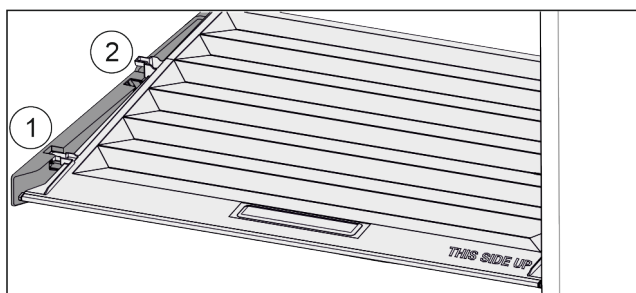

Fig. 85
- ▶ Veko potiahnite dopredu až k otvoru v prídržných dieloch Fig. 85 (1).
- ▶ Vzadu ho nadvihnite zospodu a zložte smerom nahor Fig. 85 (2).